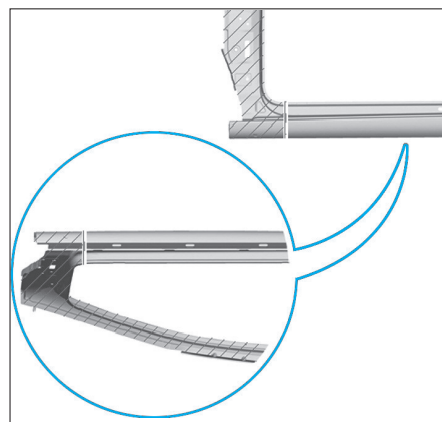

FIG. 93
- Reporter la ligne de coupe sur la pièce neuve et procéder à la découpe de la pièce neuve (Fig.93).